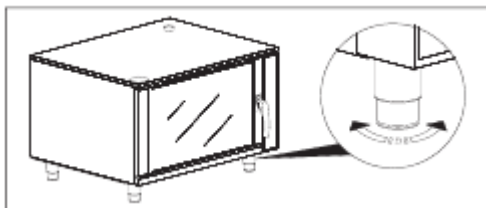

рис. 4
- c) Во время установки на кухонную стойку, регулируйте положение печи при помощи настраиваемых ножек (см.рис. 4)